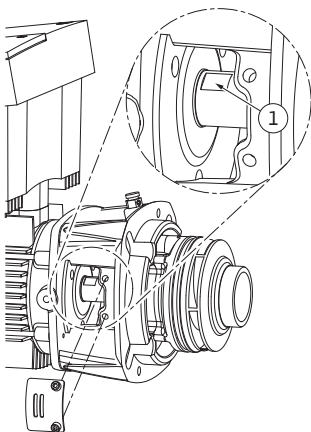

Fig. 52: Superfícies de aperto no veio
15. Introduzir uma chave de bocas com uma abertura ideal de 22 mm na janela da lanterna e fixar o veio nas superfícies de aperto (Fig. 52, pos. 1). Desapertar a porca do impulsor (Fig. 7, pos. 15). O impulsor (Fig. 7, pos. 16) é automaticamente extraído do veio.
24. Durante a montagem do impulsor, introduzir uma chave de bocas com uma abertura ideal de 22 mm na janela da lanterna e fixar o veio nas superfícies de aperto (Fig. 52, pos. 1).